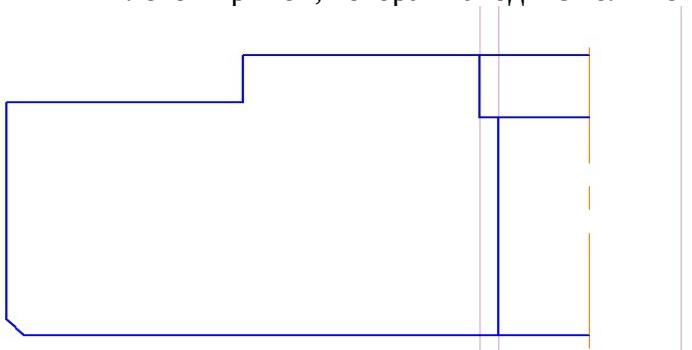

Рис. 8
- i. Самостоятельно проведите отрезок 9 (проводите до оси 1), и отрезок 10 (по левой прямой, которая находится ближе к оси 1). Результат рис. 8.